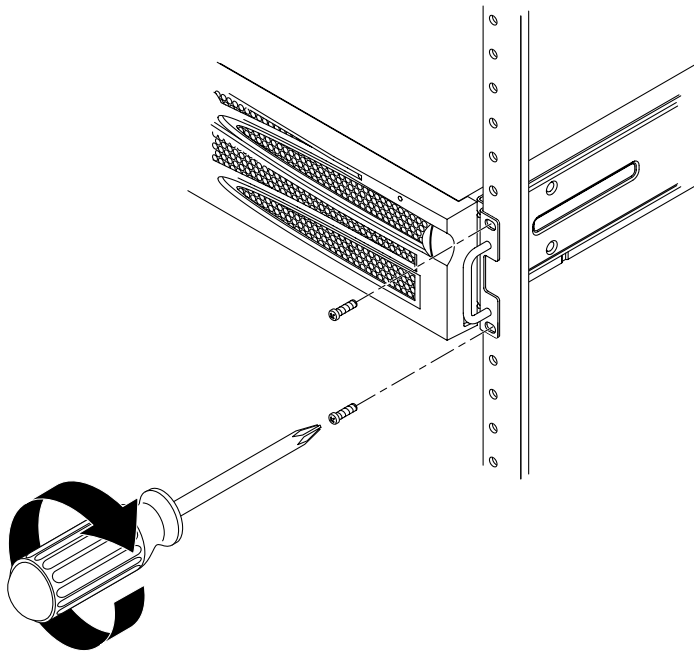

图 3-4 将服务器前端固定到机架上
7. 在机架两侧各用两颗螺钉，将服务器两侧的固定式安装托架的前端固定到机架前端（图 3-4）。